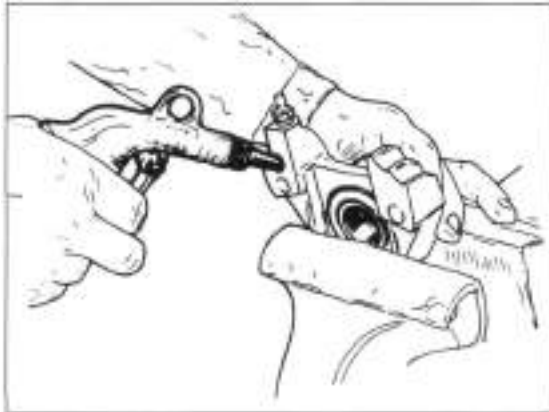

Bild 214
- Entlüftungsventil bzw. Anschlussgewinde verschliessen und Druckluft in Verbindungsbohrung der Sattelhälften einblasen, bis Kolben austritt (Bild 214). Bei Kupplungsnehmer-Demontage Druckluft durch Anschlussgewinde einblasen.